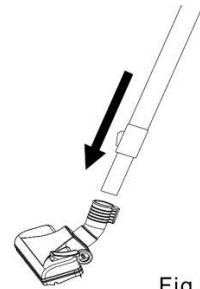

Fig.9
**Etape 9 :** Insérez le tube de rallonge dans la brosse pour sols et assurez-vous que le raccordement soit ferme (Fig. 9).